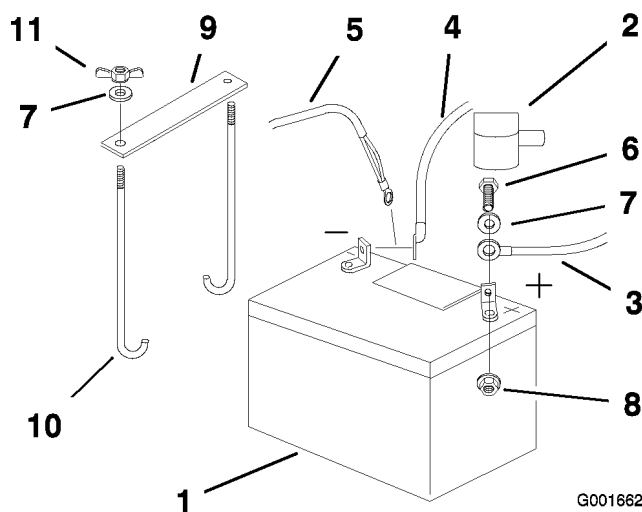

Bild 43
4. Klemmen Sie zunächst das Minuskabel und den Erdungsdraht vom Minuspol (-) der Batterie ab (Bild 43).
5. Ziehen Sie die rote Polkappe vom (roten) Pluspol der Batterie ab. Ziehen Sie dann das positive (rote) Batteriekabel ab (Bild 43).
- Nehmen Sie beide Flügelmutter ab (1/4 inch), mit denen die Batterieklemme befestigt ist (Bild 43).
- Setzen Sie die Batterie in das Batteriefach ein, die Pole sollten zum Motor zeigen (Bild 43).
- Befestigen Sie die Kabel mit zwei Schrauben (1/4 x 3/4 Zoll), 2 Scheiben (1/4 inch) und 2 Sicherungsmutter (1/4 inch) (Bild 43).
- Befestigen Sie die Batterie mit J-Schrauben, einer Befestigungsklemme und 2 Scheiben (1/4 inch) und 2 Flügelmutter (1/4 inch) (Bild 43).